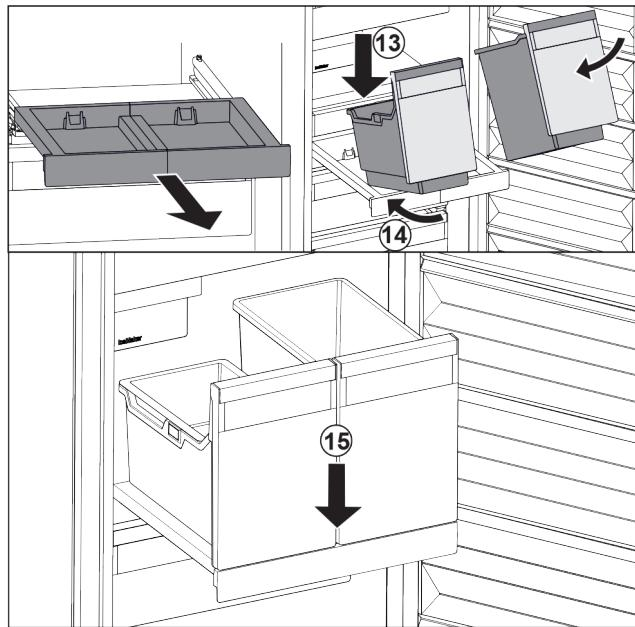

Fig. 29
- ▶ Nasadte nádobu šikmo na vyťahovaciu poličku. Fig. 29 (13)
- ▶ Zasuňte nádobu šikmo dozadu. Fig. 29 (14)
- ▶ Zložte nádobu vpred. Fig. 29 (15)